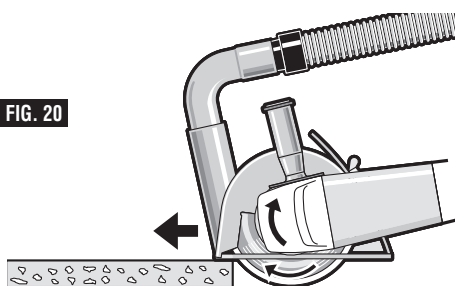

FIG. 20
4. Deslice la herramienta hacia delante a una velocidad moderada, adaptada al material que se esté cortando. Corte siempre hacia el puerto de extracción de polvo para maximizar la extracción de polvo y reducir las probabilidades de retroceso (Fig. 20).